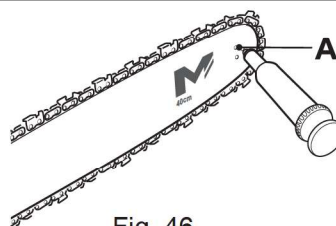

Fig. 46
**NOTA:** Não é necessário remover a corrente da motosserra (3) para lubrificar a ponta da lâmina-guia (5). A lubrificação pode ser feita durante os trabalhos.
- > Limpe a ponta da lâmina-guia (5).
- > Com uma pistola de lubrificação, introduza a agulheta no orifício de lubrificação (Fig. 46, A) e injete massa lubrificante até aparecer do lado de fora da lâmina (5) (Fig. 46).